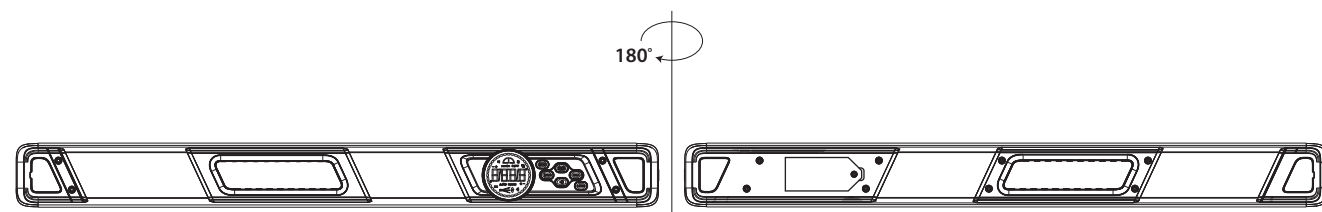

Abbildung 4
- Drücken Sie (1), um den Gerät auszuschalten. Legen Sie das Gerät auf eine ebene Unterlage. Halten Sie (3) gedrückt und drücken Sie dann (1), bis **CAL1** auf dem Display (8) erscheint.
- Drücken Sie (3), ohne das Gerät zu bewegen. **CAL1** beginnt zu blinken und wechselt dann zu **CAL2**.
- Drehen Sie das Gerät um 180° und drücken Sie dann (3). **CAL2** beginnt zu blinken. Wenn **CAL2** zu **CAL3** wechselt, ist die horizontale Kalibrierung abgeschlossen (Abb. 4).